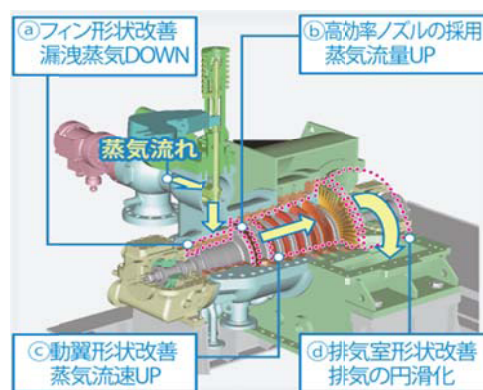

図7 最新型高性能タービン
① 超高効率発電を実現する 6MPa,450℃ボイラの採用
② 圧力波式クリーニング装置による蒸気ロス削減
③ 低温触媒の採用による蒸気使用量の削減
④ 最新型高性能タービンによる蒸気の最大有効活用
- 蒸気タービンはプラントの仕様に合わせて専用設計を行うことで、発電効率を向上（図7）
⑤ 2段抽気タービンの採用
⑥ タービン排気の低圧化によるタービン性能最大化